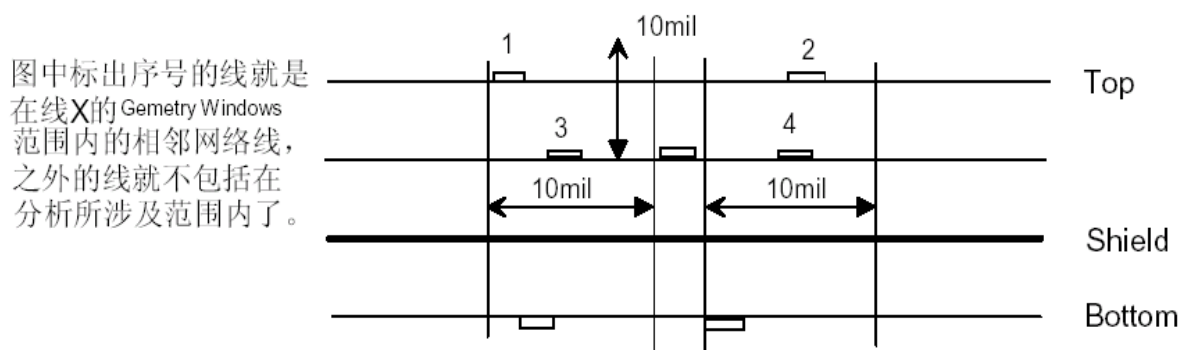

图 2—29 Crosstalk 说明
3) 选择 **Simulation Tab**，如图 2—30 所示:
5) EMI, 如图 2—32 所示。
6) Power Integrity, 如图 2—33 所示。